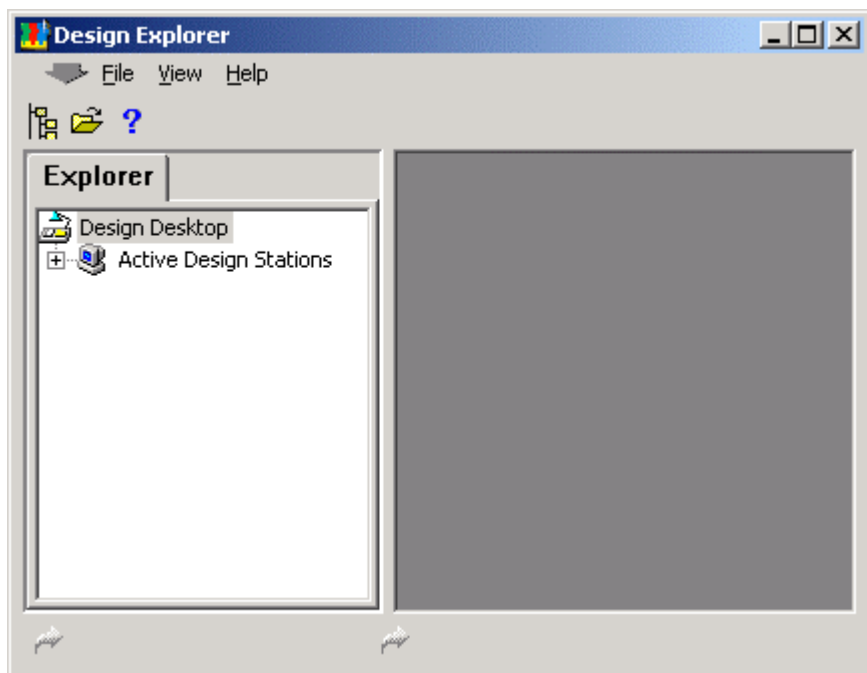

图 1—3 启动后的窗口
(2) 选取菜单 File/New 来新建一个设计库，出现如下图 1—4 对话框。